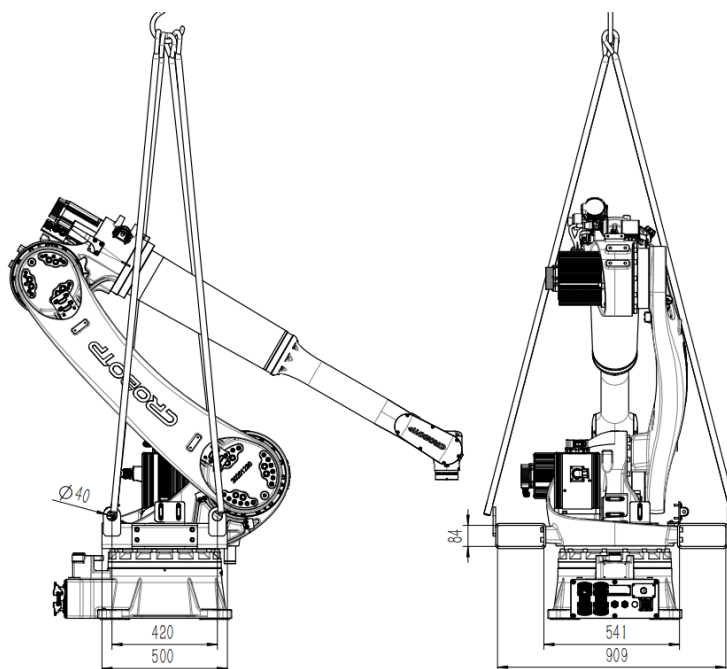

图 3.2.1
- (1) 必须把机器人调整到搬运姿态（参考图3.2.1）。
- (2) 锁紧机器人腰部的吊环。
- (3) 用满足机器人搬运要求的吊带，或者钢丝绳，穿过吊环。
- (4) 在吊带与机器人本体有接触的地方，垫上缓冲材料。
- (5) 搬运时，必须缓慢平稳，防止机器人在搬运过程中晃动。